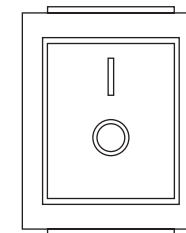

Figura 19
"I": ENCENDIDO y "O": APAGADO, consulte la Figura 19.
- Encienda el interruptor de la batería en la caja de la batería y presione "I" para cambiarlo a la condición normal de funcionamiento, consulte la Figura 19.